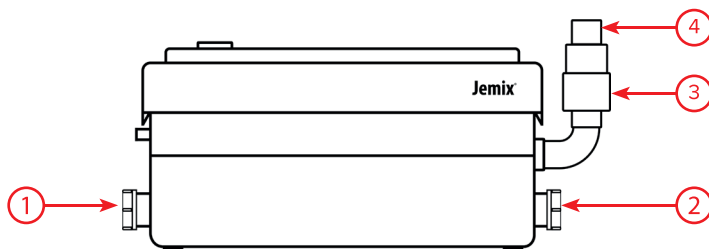

Рис. 1
Сточные воды из раковины и душа попадают в корпус насоса через входные патрубки 1,2 (Рис. 1), пока не достигнут определенного уровня, при котором воздушный выключатель включает электродвигатель, который выбрасывает их через выходной патрубок 3 (Рис. 1). Насос оснащен термозащитой электродвигателя которая отключает электродвигатель в случае перегрева (засор, заклинивание, и т.п.). Термозащита автоматически включает электродвигатель после его полного остывания (через 30-60 мин).
- Установите насос на выбранное место и выньте заглушки из патрубков на насосе к которым будет присоединяться трубы (рис. 1).
- Установите обратный клапан (пункт 3, рис. 1) идущий в комплекте.